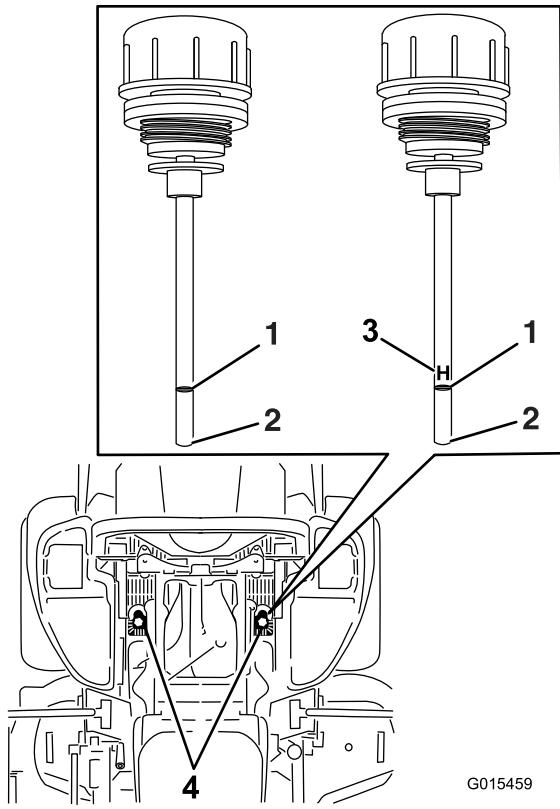

Figura 81
6. Limpie la zona alrededor de las varillas de los depósitos de los sistemas hidráulicos (Figura 81).
7. Retire una varilla del depósito de aceite hidráulico (Figura 81).
9. Retire la varilla e inspeccione el extremo (Figura 81). Si el nivel de aceite está en la marca Add (añadir), vierta lentamente en el depósito hidráulico sólo la cantidad de aceite necesaria para que el nivel llegue hasta la marca de Lleno o H.